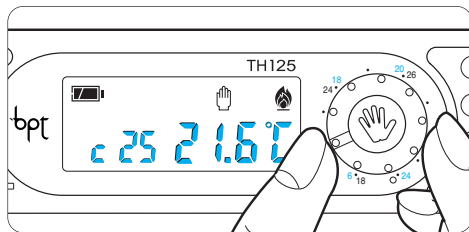

Fig. 47
15.2 - Impostare la temperatura desiderata tramite la manopola  (fig. 47).